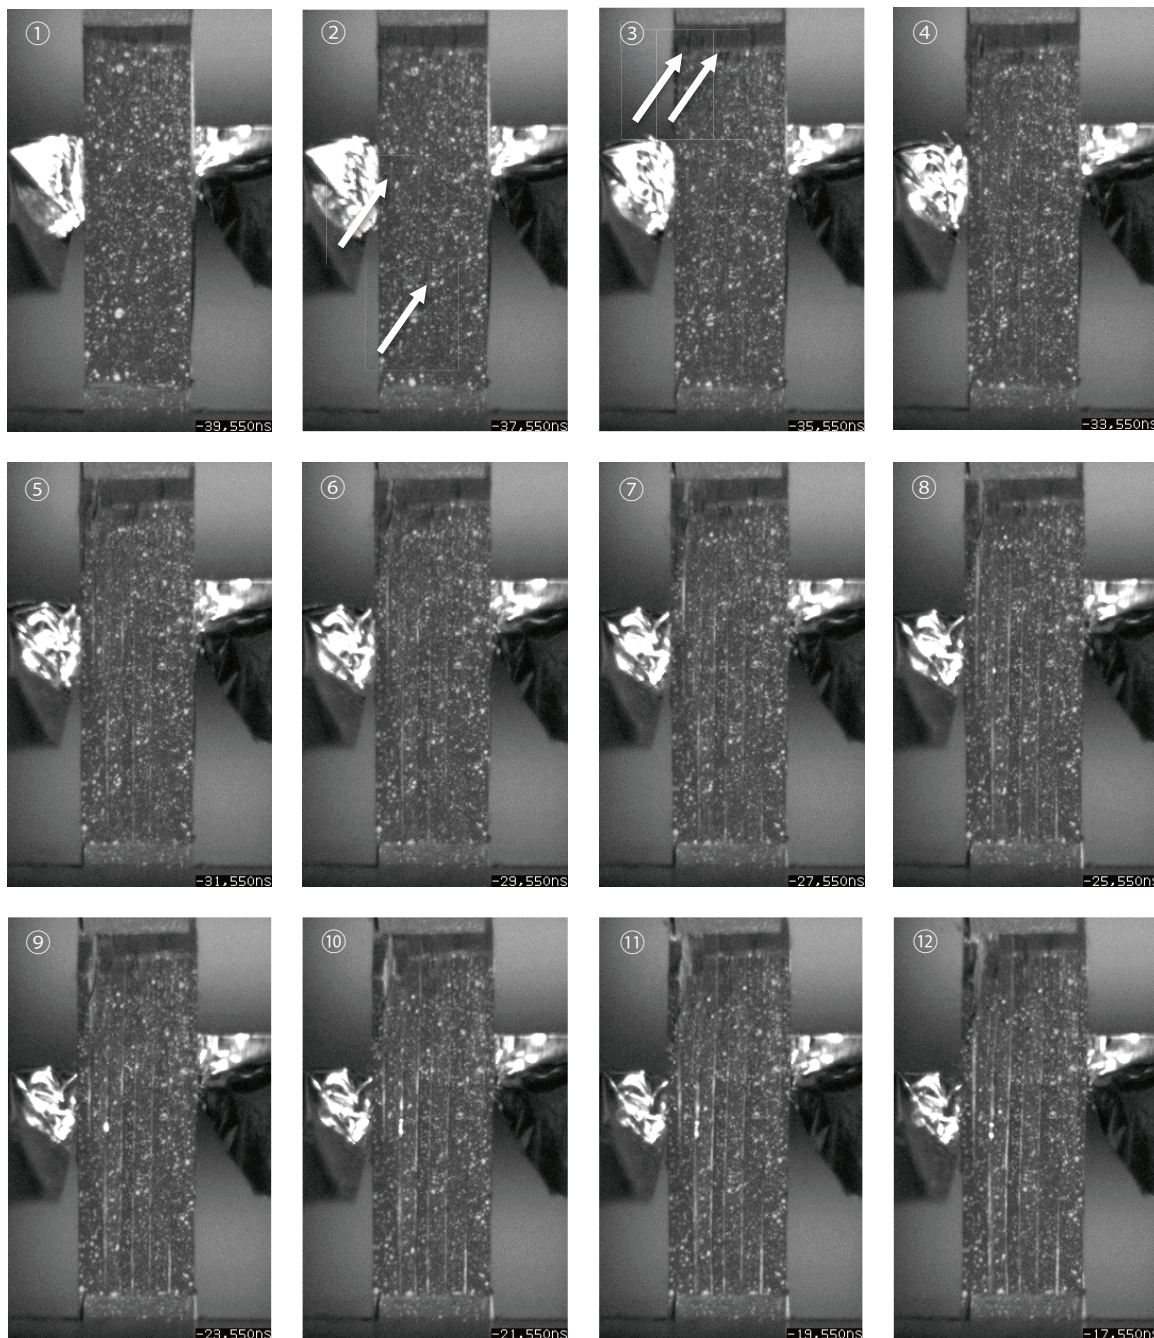

Fig. 4 撮影画像 (画像間の時間間隔は 2 μs)
Fig. 4 に一方向 CFRP の破壊の様子を示します。Fig. 4 の画像②において試験片の左側に試験片長手方向の亀裂が確認できます。画像③ではそれらの亀裂が上部タブまで進展している様子がわかります。また、画像③では試験片右側にも試験片長手方向の亀裂の発生が確認できます。その後、画像④に試験片がばらけていく様子が観察されました。このように HPV-X2 を使用することで、CFRP の静的引張試験の破壊観察が可能であり、CFRP の開発に役立てていただくことができます。